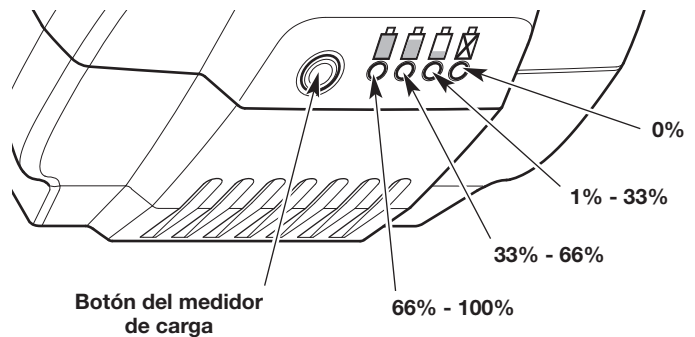

Fig. 11
1. Presione el botón del medidor de carga (Fig. 11).
2. Una o más de las luces del medidor de carga debería iluminarse (Fig. 11). La cantidad y el color de las luces indicarán el nivel actual de carga de la batería: